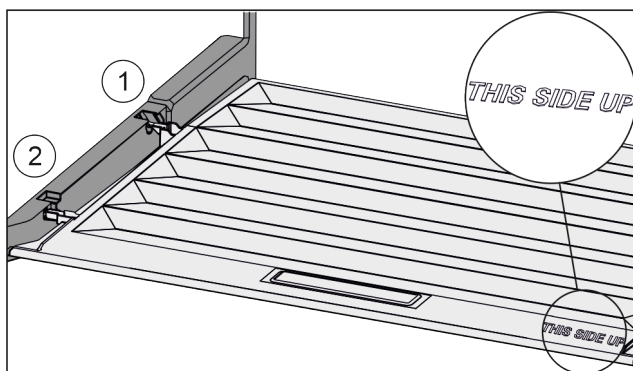

Fig. 108
- ▶ Ramiona pokrywy wprowadzić ponad otworem tylnego uchwyty Fig. 108 (1) i zażebić z przodu w uchwycie Fig. 108 (2).